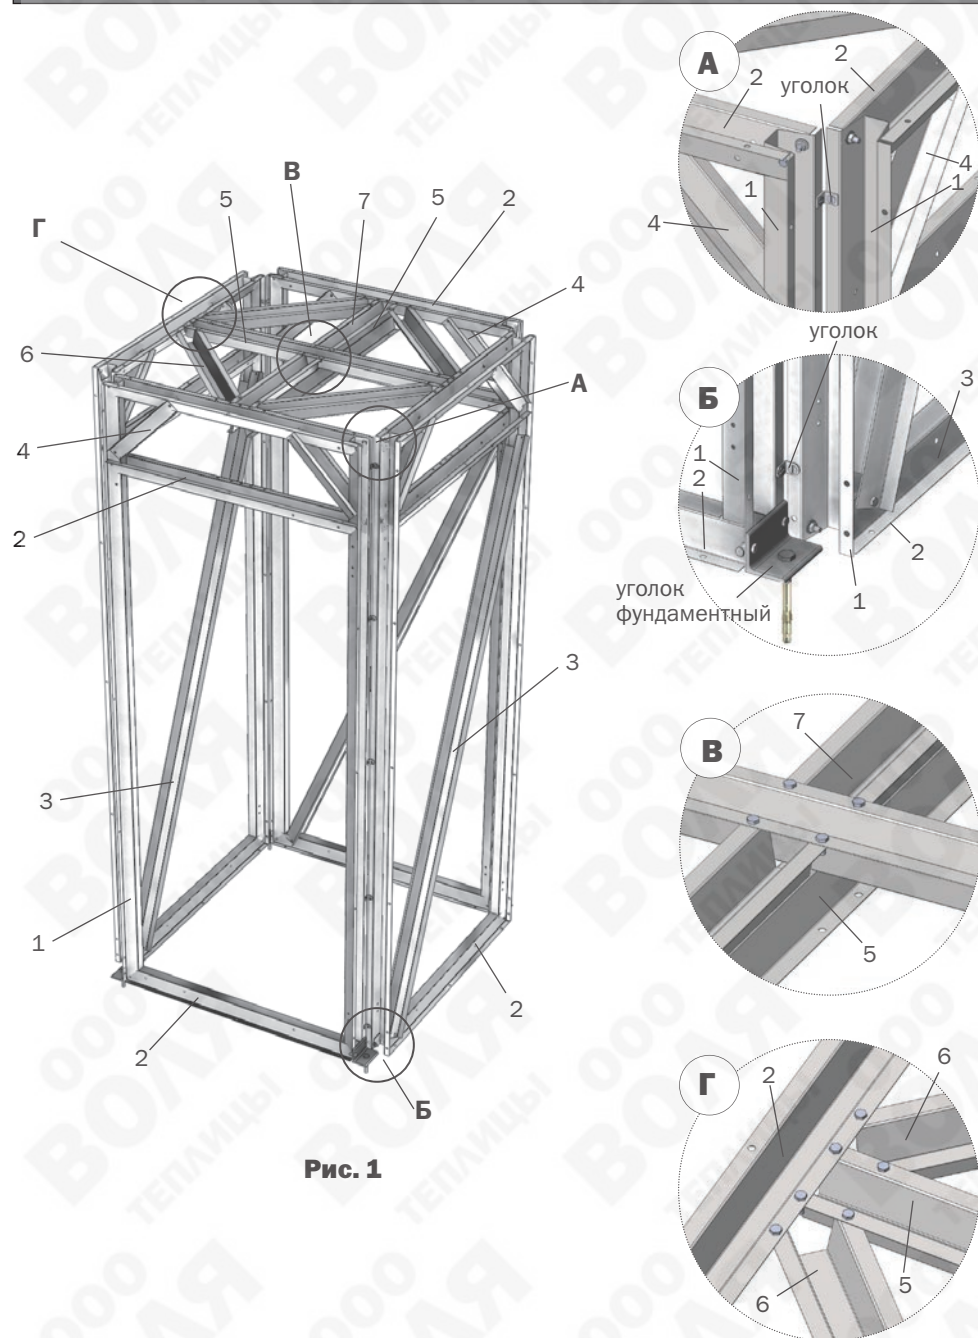

Рис. 1
1. Общий вид каркаса представлен на **рис.1**. Каркас состоит из нумерованных элементов.